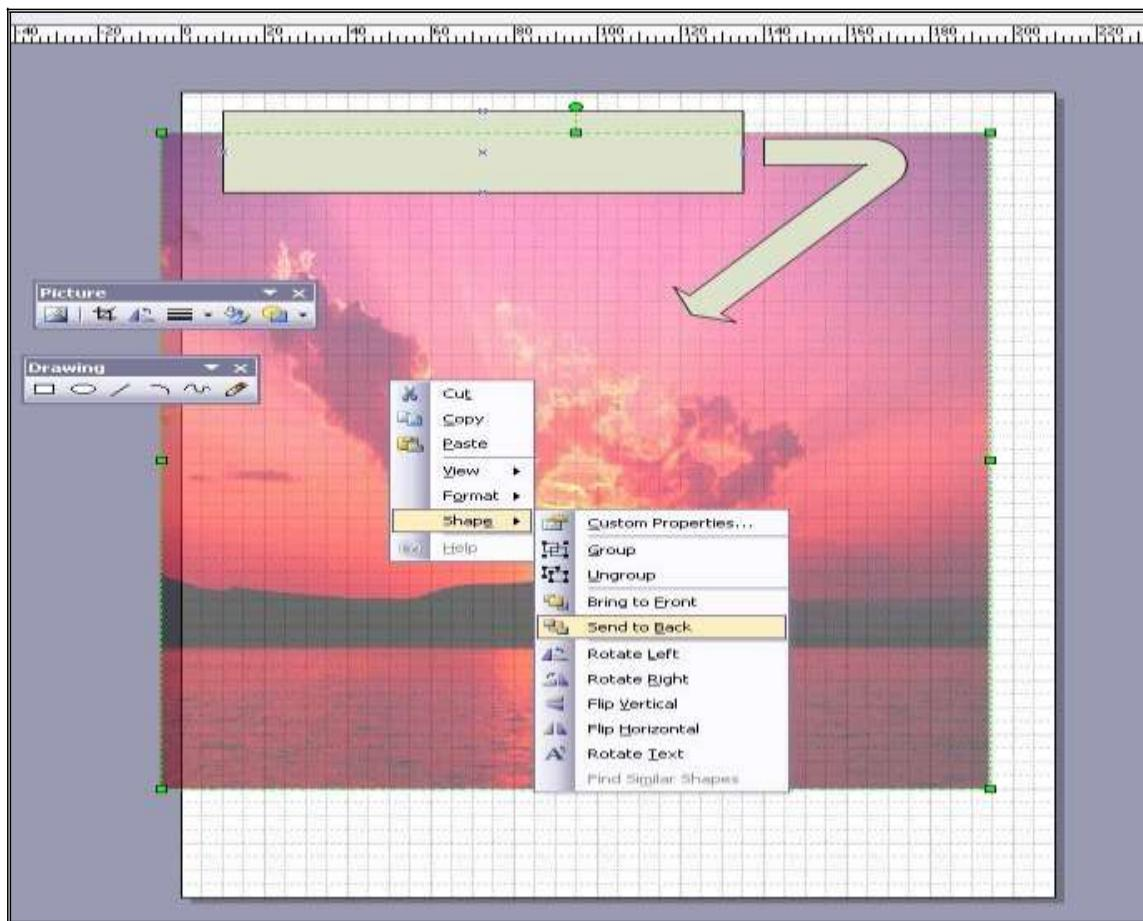

Рис. 52. Форматирование изображения
11. Сделайте изображение (пункт 9) фоном вашего документа, меняя его прозрачность и размеры. При этом лицевая страница называется страницей переднего плана (foreground page), и она отображается перед фоновой страницей. А фоновый рисунок разместить на заднем плане с помощью команд контекстного меню **Shape – Send to Back** (рис. 52).